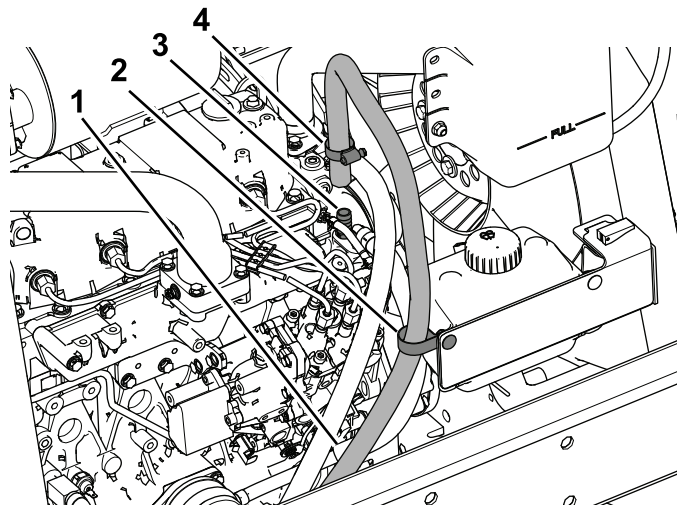

Figura 37
6. Fate scorrere la fascetta stringitubo sul flessibile di ritorno e poi inserite il flessibile sopra il raccordo dentellato (3/8 NPT x 0,625) come illustrato nella Figura 37.